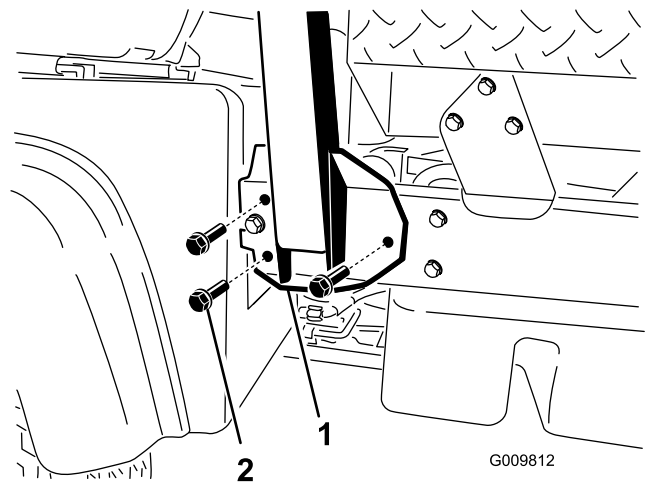

Bild 6
2. Fluchten Sie jede Seite des Überrollschutzes mit den Befestigungslöchern an jeder Seite des Maschinenrahmens aus, wie in Bild 6 dargestellt.
($\frac{1}{2}$ " x $1\frac{1}{4}$ ") an jeder Seite des Maschinenrahmens (Bild 6).